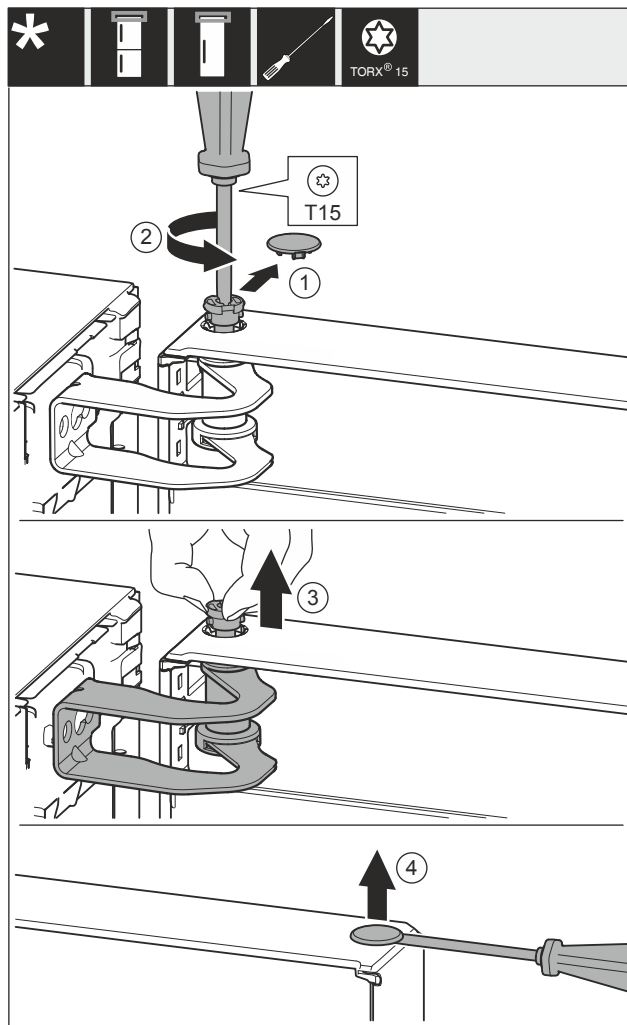

Fig. 9
- ▶ Oprezno skinite poklopac Fig. 9 (1).
- ▶ Odvijačem malo odvrnite svornjak Fig. 9 (2).
- ▶ Izvucite svornjak Fig. 9 (3) prstima.
- ▶ Odvijačem oprežno podignite poklopac Fig. 9 (4) i izvadite ga.